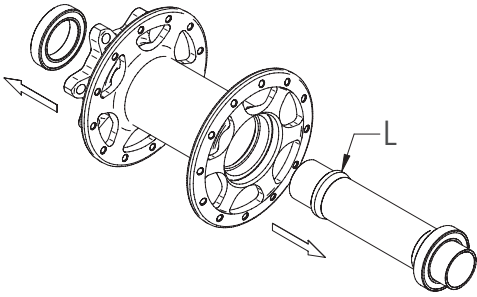
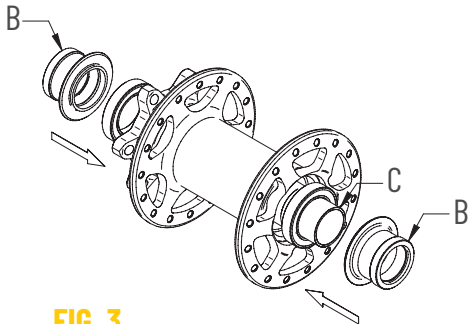

FIG. 2
FIG. 3
- Applicare una leggera pressione al perno (C) utilizzando un utensile con battuta in plastica: esercitate la pressione fino a quando non fuoriesce interamente il cuscinetto dalla propria sede completo di perno (Fig. 2).
- Una volta sfilato il primo cuscinetto, grazie ad un apposito estrattore con diametro 17mm, estraete il secondo cuscinetto (Fig. 2).
- Inserite il perno (C).
- Infilate gli scontri sul perno facendo attenzione che vi siano presenti anche i supporti all'interno (Fig. 3).